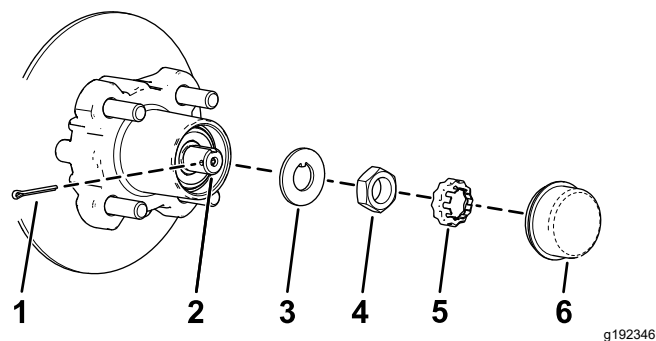
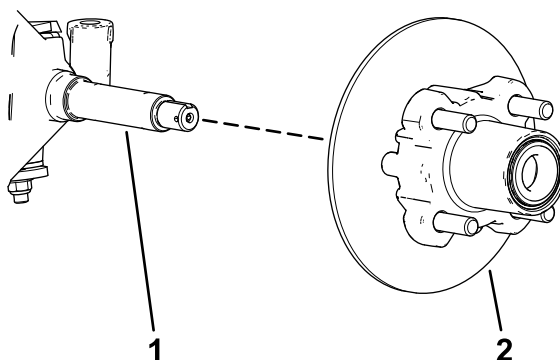

Figura 22
Figura 23
4. Retire o tampão antipoeira do cubo (Figura 22).
5. Retire o contrapino e o retentor da porca do eixo e porca do eixo (Figura 22).
6. Retire a porca do eixo do eixo e afaste o conjunto do cubo e o rotor do eixo (Figura 22 e Figura 23).